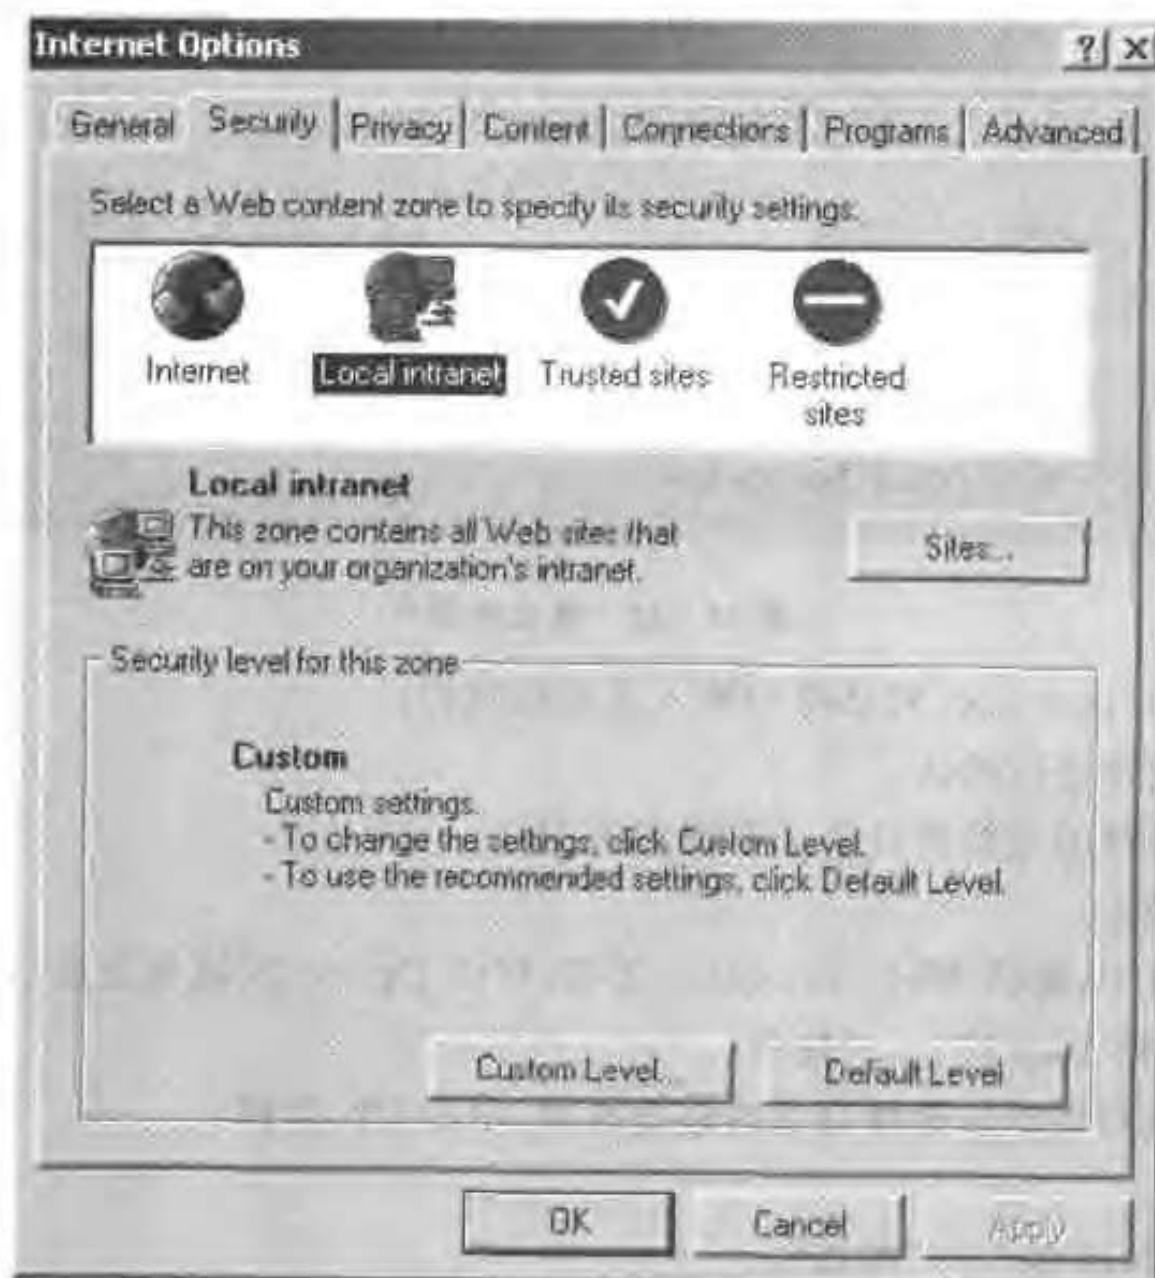

图 15-26 IE 浏览器设置
- 在“安全”属性页,选择合适的区域,例如 Local intranet,如图 15-26 所示。